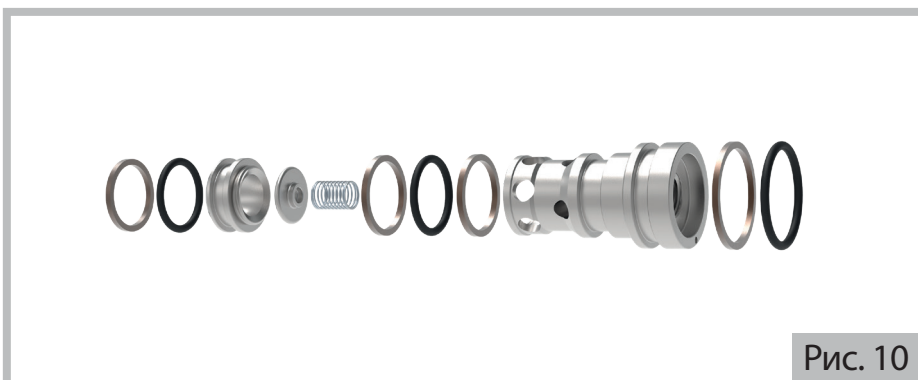

Рис. 10
- a) Вставка всасывающих клапанов (операция **A**, рис. 10)
- b) Вставка гнезда клапана и соответствующих уплотнительных колец (операция **B**, рис. 10)